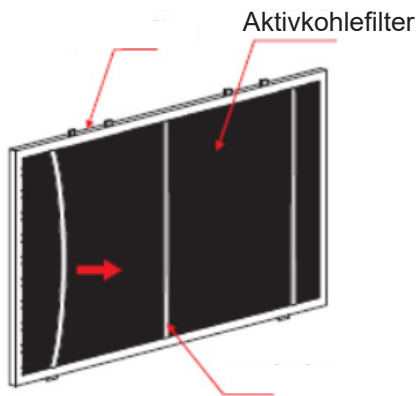

Abbildung 1
- Lösen Sie die Stahldrahthalterung, wie in Abbildung 1 dargestellt.